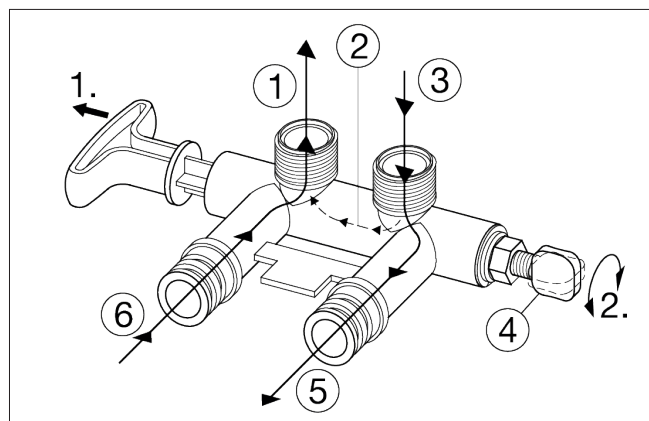

Fig. 36 Vanne bypass sur la position Service
La vanne bypass de mélange fonctionne comme une vanne bypass standard de type tirer-pousser, mais elle offre la capacité supplémentaire d'ajuster avec précision la dureté de l'eau traitée qui sort de l'adoucisseur. Si l'on souhaite obtenir une eau légèrement plus calcaire que celle qui est normalement produite par l'adoucisseur d'eau, cette vanne bypass de mélange peut dévier un petit courant d'eau calcaire avant qu'il entre dans l'adoucisseur d'eau et le mélanger à l'eau adoucie qui en sort. La quantité d'eau déviée est contrôlée en tournant un bouton de réglage du mélange situé sur l'embout de la tige du clapet (voir Fig. 36).
1. Lorsque la vanne bypass est en position de maintenance (cycle normal de l'adoucisseur), avec la poignée tirée à fond (voir Fig. 36), il est possible d'augmenter la dureté de l'eau traitée en tournant le bouton de réglage du mélange dans le sens inverse des aiguilles d'une montre jusqu'à 6 tours à partir de sa position complètement fermée. Tout en réglant ce bouton, tenir la poignée de la vanne bypass pour empêcher la tige de tourner.
Pour accéder à l'injecteur et au venturi, retirer le couvercle supérieur de l'adoucisseur d'eau. Mettre la ou les vannes bypass en position Service (voir Fig. 36). Veiller à ce que l'adoucisseur soit dans le cycle de maintenance (aucune pression d'eau au niveau de l'injecteur et du venturi). Ensuite, en tenant le boîtier du venturi et de l'injecteur d'une main, tourner le capuchon pour le retirer. Ne pas